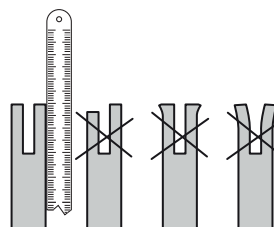

Fig. 49
- > Pour vérifier l'état d'usure du rail: Appliquez le bord droit d'une règle contre le bord des lames de coupe, comme indiqué sur l'illustration cidessous. Si le rail du guide-chaîne est en bon état, il doit y avoir un interstice entre la règle et le guide-chaîne. S'il n'y a aucun interstice (c.à.d. si vous pouvez appliquer la règle contre le guide-chaîne sur toute sa longueur), le rail du guide-chaîne est usé et a besoin d'être remplacé par un rail du même type (Fig. 49).